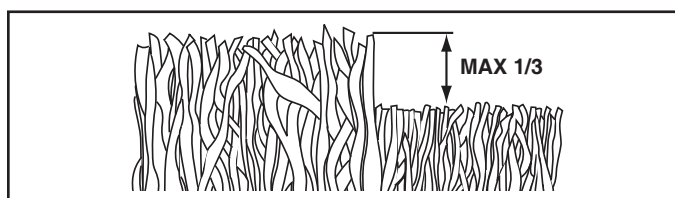

Fig. 24
- Para obtener los mejores resultados, ajuste la altura del corte de la segadora de modo que ésta corte solamente el tercio superior de las hojas de césped (Vea Fig. 24). Para un acolchamiento muy pesado, reduzca el ancho del corte solapando el lugar anteriormente cortado y siegue lentamente.